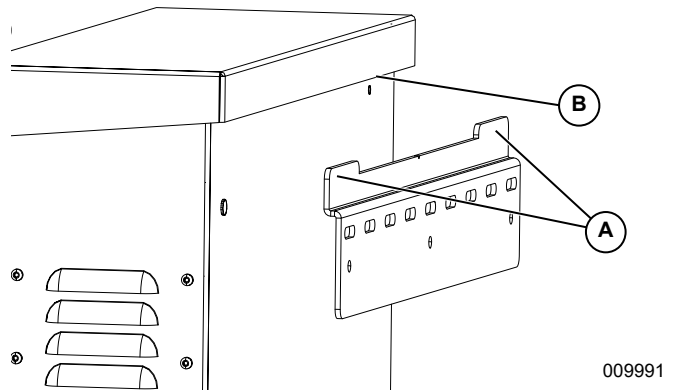

Figure 4-3. Pose de l'onduleur sur le support
- Voir Figure 4-3. Insérer les pattes (A) du support de fixation dans la fente (B) du carter d'onduleur.
REMARQUE : La Figure 4-3 est fournie à des fins d'illustration seulement.